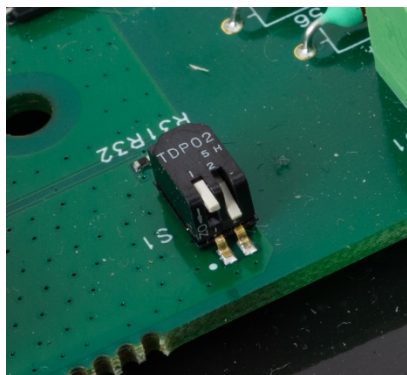

Abbildung 4-6: Metrologieschalter SW1 AUS, SW2 EIN
2. Schalten Sie den Schalter SW1-2 EIN (siehe Abbildung 4-6).